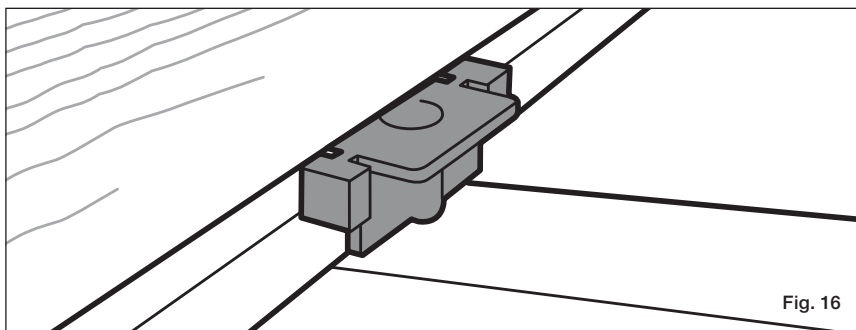

Fig. 16
Paso 6 Instale el soporte del sujetador oculto Stowaway sobre el tornillo y centrado sobre la viga. Ajuste utilizando el tornillo de ajuste preestablecido en un ángulo de 90° a través del sujetador oculto Stowaway y coloque al ras con el sujetador (fig. 16). Los bastidores de los sujetadores deberán permanecer a nivel con la viga para que la próxima tabla encaje correctamente (fig. 17).